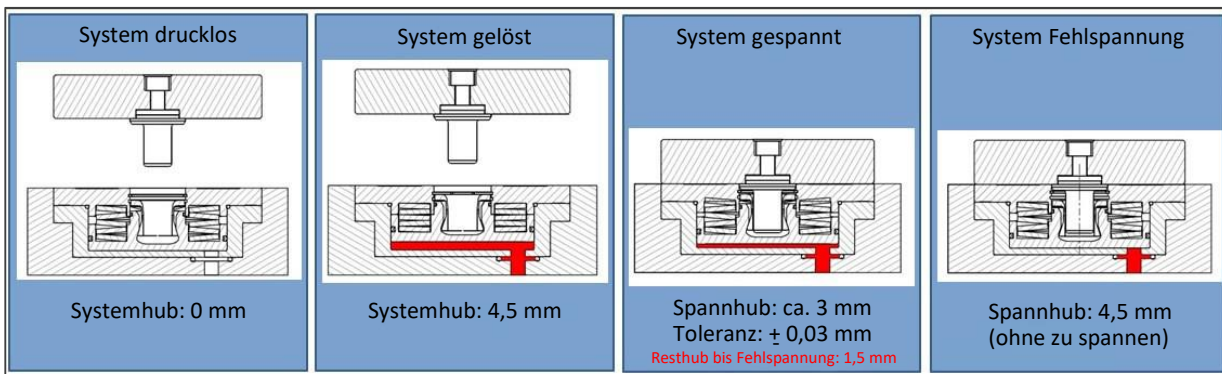

Abbildung 5 – Auswertbare Spannzustände
Bei einem Spannvorgang fließt die Ölmenge wieder zurück durch die Federkraft, die auf den Kolben wirkt. Ist ein Spannsystem richtig gespannt, fährt es nicht in die Grundstellung zurück, da der Kolben vor Erreichen der Grundstellung den Spannbolzen über die Spannzanze greift und mit der Federkraft anzieht. Ist ein Spannsystem nicht richtig gespannt (Fehlspannung), fließt mehr Öl vom Spannsystem zurück, weil der Kolben den Spannbolzen nicht über die Spannzanze greift und in die Grundstellung zurückfährt. Das Spannen ohne Spannbolzen entspricht derselben Situation wie eine Fehlspannung. Siehe zur Veranschaulichung Abbildung 5.
1. Das Druckmedium durch die Öffnung im Gehäuse unter dem Zugkolben (Abb. 5/2) einlassen. Der Zugkolben steht dann am oberen Anschlag, um einen Spannvorgang einzuleiten. Der Zugkolben (Abb. 5/2), der die Spannzange (Abb. 5/1) umschließt, lässt diese durch eine Freistellung öffnen.
2. Den Spannbolzen (Abb. 5/4) in die Spannzange einführen.
3. Das Druckmedium durch die Öffnung im Gehäuse unter dem Zugkolben (Abb. 5/2) ablassen. Der Zugkolben (Abb. 5/2) bewegt sich durch die Kraft des Federpakets (Abb. 5/3) nach unten. Die Spannzange (Abb. 5/1) wird an den Zugkolben (Abb. 5/2) angelegt.
1. Das Druckmedium durch die Öffnung im Gehäuse unter dem Zugkolben (Abb. 5/2) einlassen. Der Zugkolben (Abb. 5/2), der die Spannzange (Abb. 5/1) umschließt, lässt diese durch die Freistellung öffnen.
2. Den Spannbolzen (Abb. 5/4) aus der Spannzange (Abb. 5/1) heben.
4. Entweder einen weiteren Spannbolzen in die Spannzange einführen und erneut spannen, oder wenn nicht erforderlich, das Druckmedium durch die Öffnung im Gehäuse unter den Zugkolben (Abb. 5/2) ablassen. Das Spannsystem nur für den Wechselvorgang unter Druck setzen. Das Spannsystem nicht unter Dauerdruck stehen lassen.